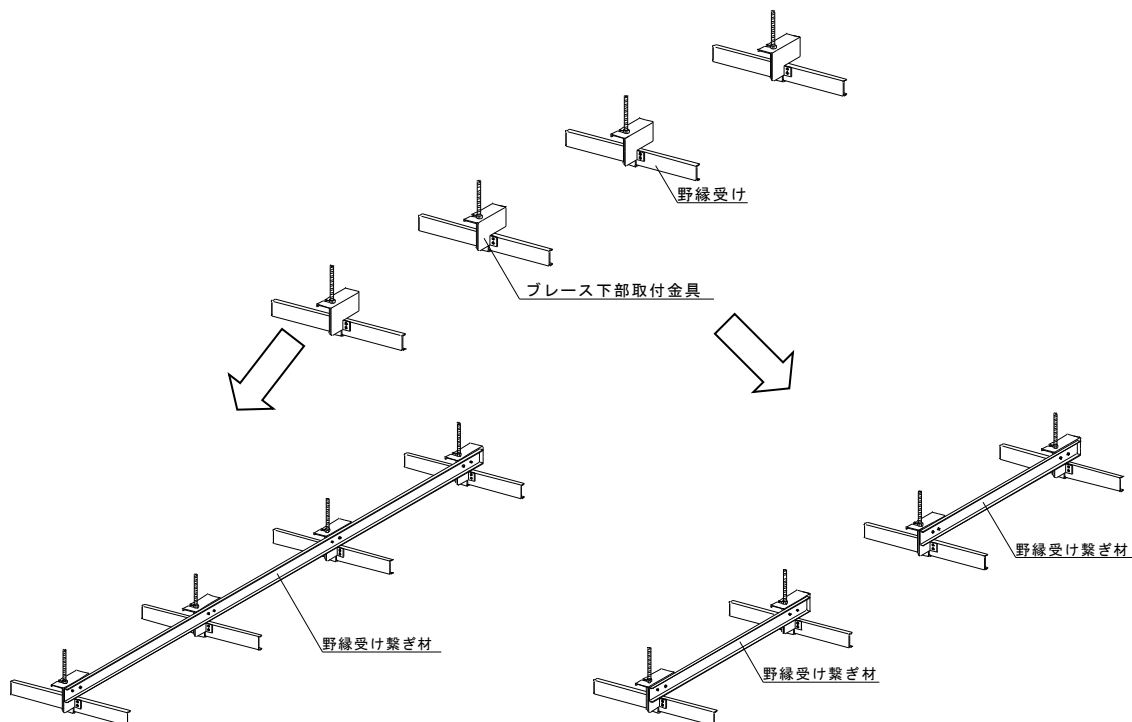

図2-5-2 ブレースがV字の場合の
- ブレース下部取付金具の設置箇所は、ブレース 1 対につき 4 ヶ所。(図 2-5-2、図 2-5-3 参照)
②野縁受け繋ぎ材をブレース下部取付金具にビス 2 本で固定する。(図 2-5-2、図 2-5-3 参照)